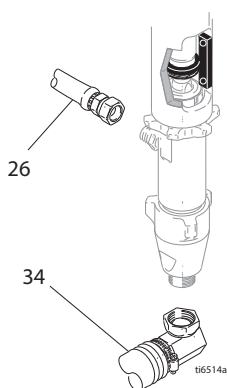

Fig. 11
- 3 Fig. 11. Retire el tubo de aspiración (34) y la manguera (26).